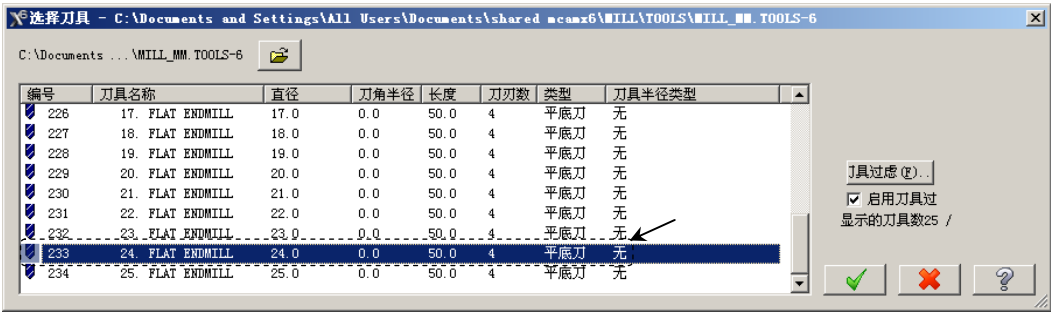

图 3.7 “选择刀具”对话框
(3) 单击 按钮，完成加工区域的设置，同时系统弹出“曲面粗加工挖槽”对话框。
Step5. 选择刀具。在“曲面粗加工挖槽”对话框中，单击 按钮，系统弹出“选择刀具”对话框，在该对话框中的列表框中选取图 3.7 所示的刀具。单击 按钮，关闭“选择刀具”对话框，系统返回至“曲面粗加工挖槽”对话框。